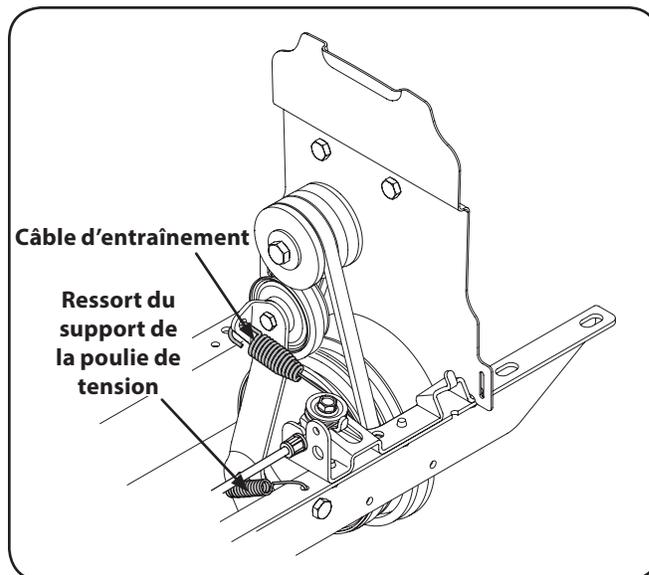

Figure 7-3
4. Retirez le ressort du support de la poulie de tension à l'aide de pinces à bec long. Pour ce faire, tenez l'extrémité qui retient le ressort au châssis, décrochez le ressort et tirez-le vers le haut pour relâcher la tension. Voir Figure 7-3.
5. Débranchez le câble d'entraînement du support de la poulie de tension. Voir Figure 7-3.